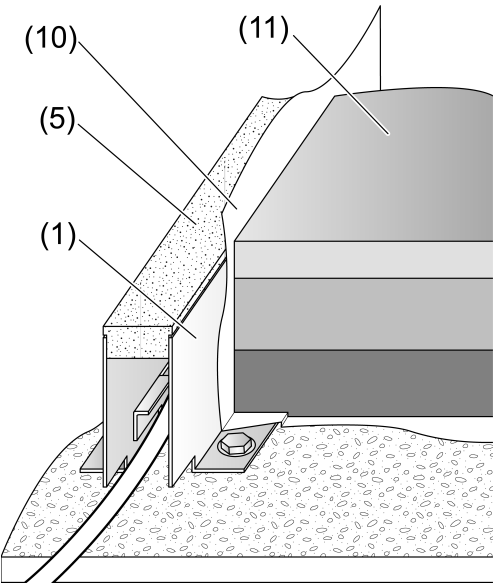

Bild 6
Bei schwimmender Bodenverlegung den Rahmen durch eine Folie (10) vom Boden (11) trennen (Bild 6).